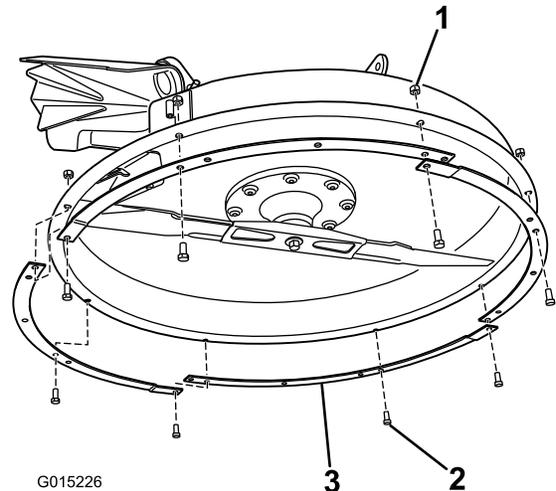

Bild 3
1. Befestigen Sie die verriegelnden Mähwerklinge unten am Mäher (Bild 3).